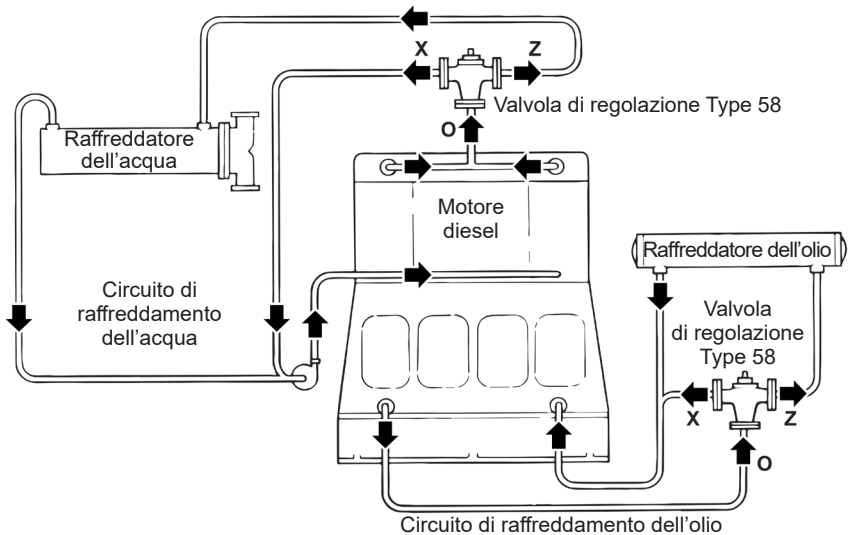

Fig. 2 - Installazione tipica per un motore diesel
La valvola di regolazione Type 58 dovrà essere montata in posizione verticale con l'attacco O (Fig. 2) nella parte inferiore. Per agevolare la manutenzione si dovranno installare valvole di intercettazione su tutte le linee collegate alle 3 vie della valvola; queste valvole di intercettazione non sono rappresentate, per maggior chiarezza, sugli schemi di installazione di seguito illustrati.
- Utilizzo come valvola deviatrice per controllare la temperatura dell'acqua di raffreddamento e dell'olio di lubrificazione di un motore diesel. La Fig. 2 mostra uno schema tipico.